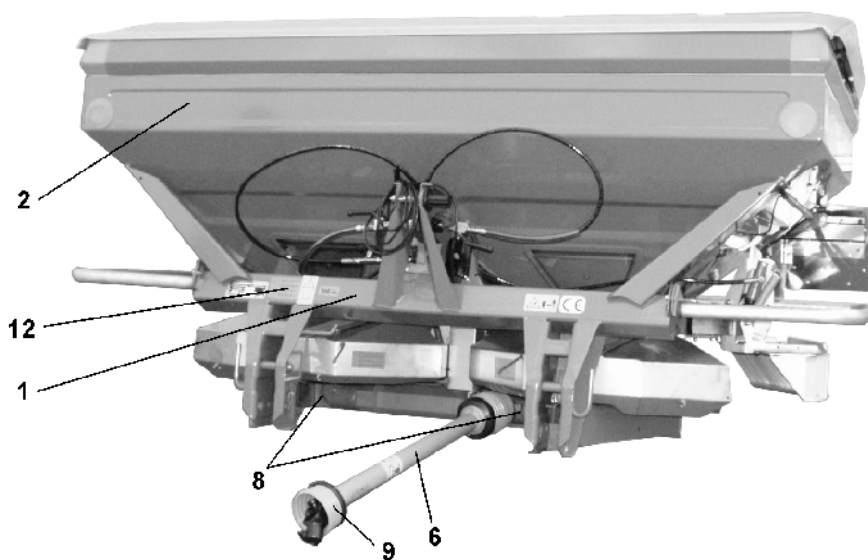

Fig. 3
- Ramme(Fig. 3/1)
- Beholder(Fig. 3/2)
- Kraftoverføringsaksel(Fig. 3/6)
- Vern over aksel mellom midtre drev og vinkeldrev (Fig. 3/8)
- Vern på kraftoverføringsaksel (Fig. 3/9)
- Sikkerhetssymboler (varselskilt) (Fig. 3/12)